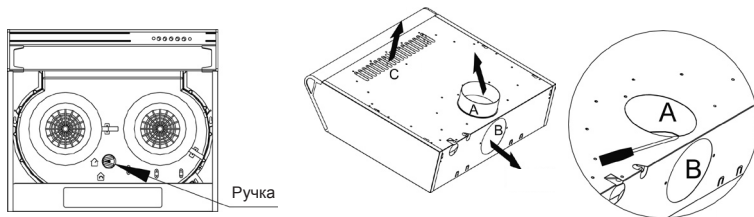

Рис. 6
5.3. Для змінення режиму роботи витяжки як пристрою, що витягує або як фільтру повітря, необхідно, повернути ручку, згідно (Рис.6).